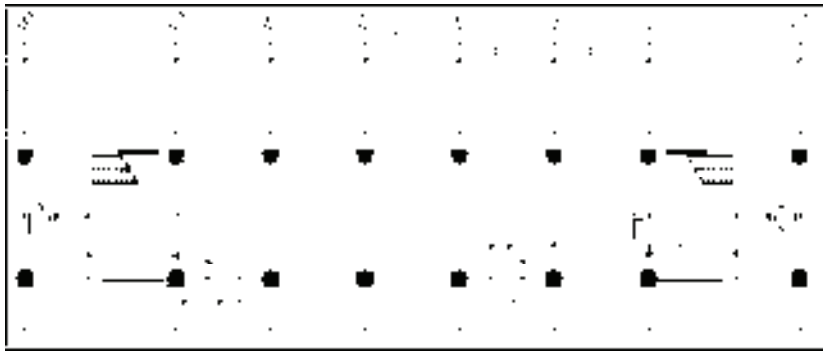

图 15-78 偏移并修剪轴线
3) 调用“偏移”命令、“修剪”命令，偏移并修剪轴线，结果如图 15-78 所示。